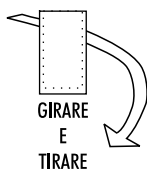

fig. 1
- Togliere il cappuccio protettivo ruotandolo e tirandolo delicatamente (vedi fig. 1).